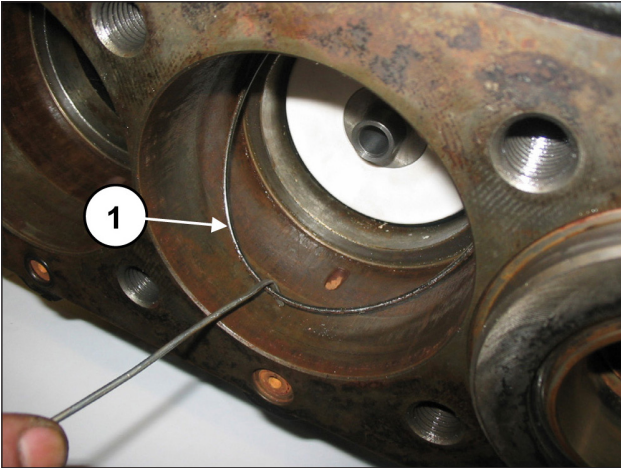

Abb. 155
Nehmen Sie den O-Ring am Boden des Dichtungshalters ab, sollte er im Pumpengehäuse verblieben sein (Pos. ①, Abb. 155).